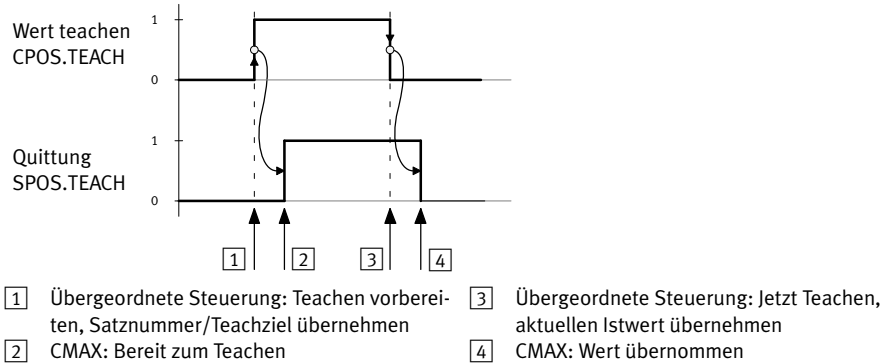

Fig. 3.13 Handshake beim Teachen
3. Das Teachen erfolgt über das Handshake der Bits CPOS.TEACH und SPOS.TEACH (→ Fig. 3.13).
5. Das Teachen erfolgt über das Handshake der Bits CPOS.TEACH und SPOS.TEACH (→ Fig. 3.13). Das gültige Teachziel wird in Byte 4 der E-Daten (Nebenistwert) ab dem Erkennen mit der steigenden Flanke an CPOS.TEACH zurückgemeldet. Wenn der Nebenistwert als aktuelle Fehlernummer konfiguriert ist (PNU 523:03/07) wird das Teachziel in Byte 3 (an Stelle der Funktion) zurückgemeldet.